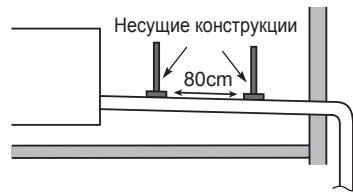

Рис. 3-10
- Не прилагайте силу к трубопроводу со стороны блока во время подсоединения дренажной трубы. Труба не должна свисать без опоры от места ее соединения с блоком. Прикрепите трубу к стене, каркасу или другой опоре как можно ближе к блоку. (Рис. 3-10)